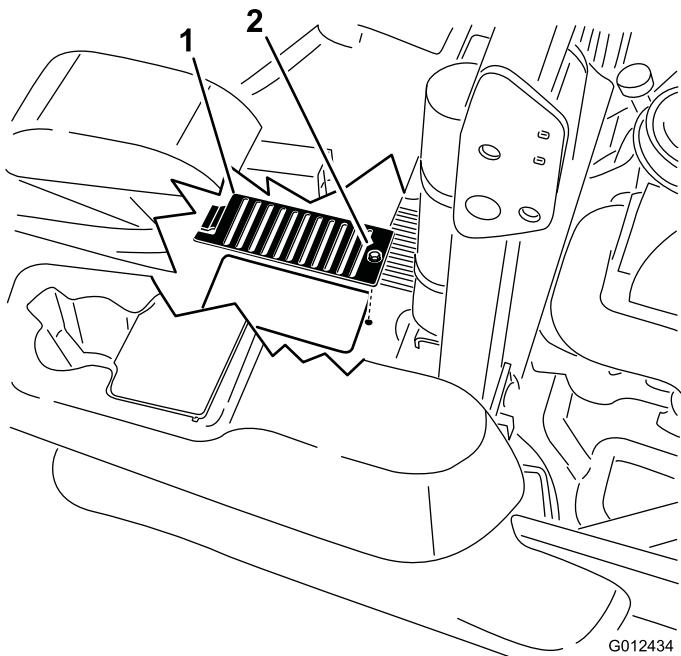

Figura 71
6. Retire la cubierta de cada varilla y el perno que está sujeto a la cubierta. Limpie alrededor de cada varilla y cada unidad hidráulica (Figura 71).